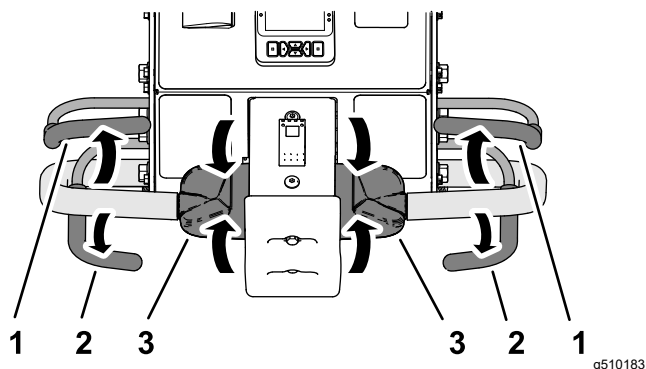

Figura 79
1. Se estiver a arejar, solte a pega de arejamento (Figura 79) para levantar a cabeça de perfuração; consulte a secção Levantar a cabeça de perfuração (página 49).